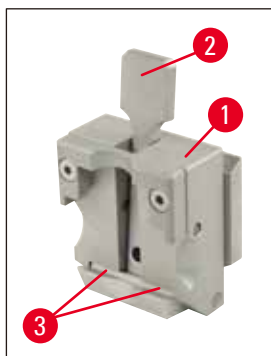

Fig. 41
- Eixo (→ Fig. 41-3) da alavanca de fixação do prendedor do cassete (→ Fig. 41).